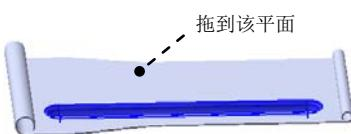

图 14.3.20 成形特征 1
Step7. 创建图 14.3.20 所示的成形特征 1。
(1) 单击任务窗格中的“设计库”按钮 , 打开“设计库”对话框。
(2) 单击“设计库”对话框中的 ch14 节点，在设计库下部的列表框中选择“watchband_shaped_tool_02”文件并拖动到图 14.3.20 所示的平面，在弹出的“成形工具特征”对话框中单击 按钮。